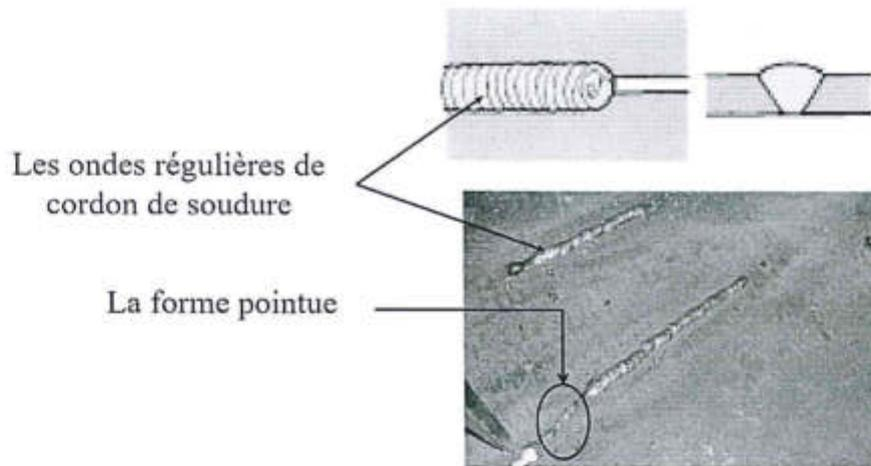

Figure 5: Forme de cordon de soudure.
- 4- Si l'avance de soudage est trop rapide, la forme du dépôt est étroite et pointue, l'aspect est irrégulier avec des caniveaux, la pénétration est faible, le cratère est allongé, Figure 5.